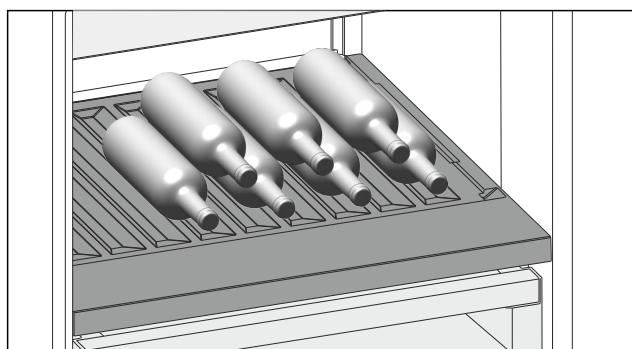

Fig. 108
- Inserire le bottiglie con il fondo rivolto verso la parte posteriore. (vedere Fig. 108)